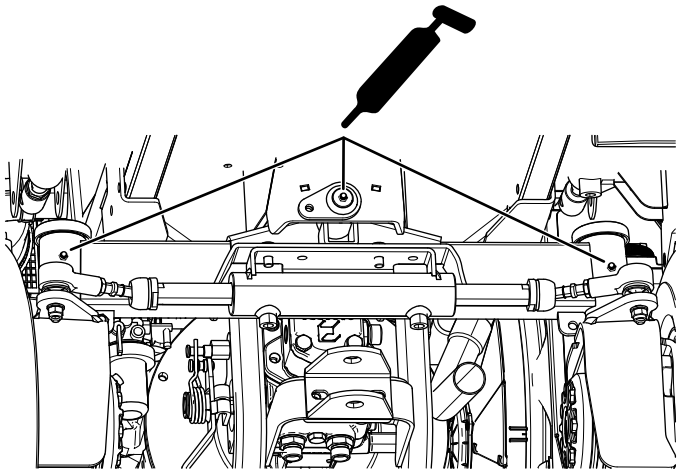

Figura 51
- Punti di rotazione dello sterzo (Figura 51)